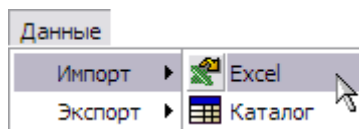

Рис. 4.20
1. В меню **Данные** выберите пункт **Импорт** и в открывшемся списке укажите вариант импорта **Excel** (Рис. 4.20).